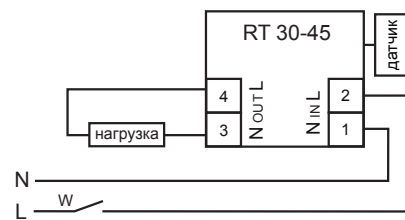

Рис. 2: схема подключения нагрузки мощностью до 4,4 кВт к устройству
- 5.2. Нагрузка на напряжение 220В подключается к контактам 3 и 4 устройства (рис. 2). При этом светящийся красный светодиод будет указывать на то, что реле замкнуто и нагревательный элемент включен. При достижении установленной температуры реле размыкается и отключает нагревательный элемент, светодиод гаснет.
- 7.2. Подключить нагрузку к изделию (см. рис.2). Для этого используйте одножильный или многожильный провод с двойной или усиленной изоляцией сечением, соответствующим мощности нагрузки. Напряжение подается через выключатель **W** или напрямую на контакты 1 и 2 изделия. Нагрузка на 220В подключается к контактам 3 и 4 изделия.